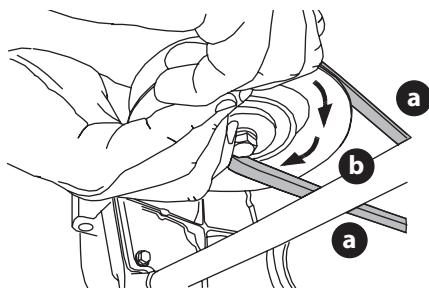

Fig. 42
- Mientras sostiene la correa de la PTO (a) hacia abajo, siga girando la polea de la PTO (b) hasta que la correa de la PTO (a) se deslice fuera de la polea (b) (Fig. 42).
- Tire del lado derecho de la correa de la PTO hacia atrás y coloque el lado V angosto de la correa de la PTO en la polea de la PTO (Fig. 42 en la página 68).
- Mientras sostiene la correa y la polea de la PTO juntas, gire la polea de la PTO hacia la izquierda (Fig. 42 en la página 68). Siga sosteniendo y rotando la polea de la PTO y la correa de la PTO hasta que la correa de la PTO se enrolle totalmente en la polea de la PTO.